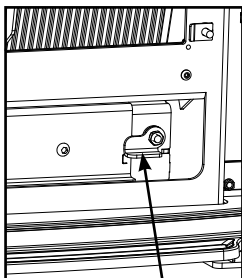

Figure 5.5
1. Retirez l'ensemble de la plaque de nettoyage en tirant sur le loquet situé dans le coin inférieur droit du foyer. Figure 5.5.